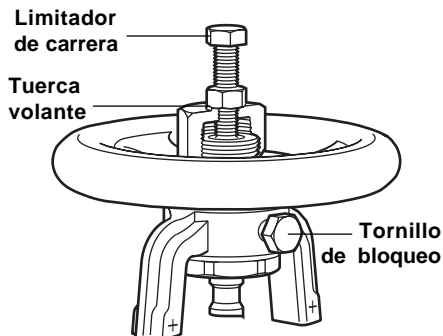

Fig. 5
- 5.4** Las válvulas BSAT tienen un cono de regulación para permitir el control del flujo del fluido. El caudal dependerá del número de vueltas de volante. Una vez se consigue el caudal deseado, apretar el tornillo de bloqueo y el limitador de carrera (ver Fig. 5, página 7). De esta manera se minimiza cualquier vibración. La tabla de la página 7 nos muestra el efecto de apertura de la válvula según su tamaño.